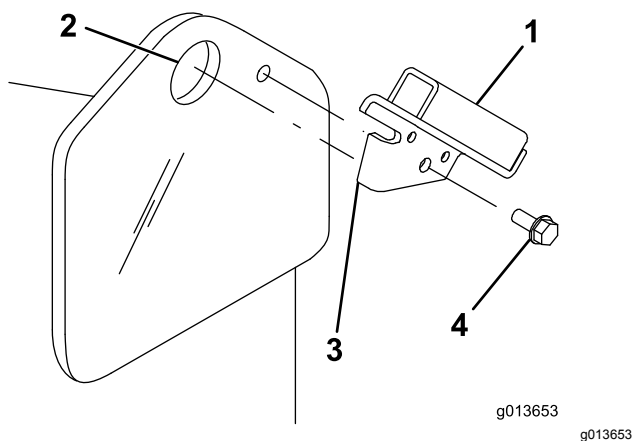

Bild 3
1. Stecken Sie die Nase am Scheibenbügel in das Hebestellenloch an der Zugmaschine, wobei Sie das Loch in der Halterung mit dem kleinen Loch im Rahmen der Zugmaschine ausfluchten (Bild 3).
Hinweis: Es gibt einen Bügel rechts und einen links. Stellen Sie sicher, dass Sie für jede Seite den richtigen Bügel verwenden. Die Nase muss sich im Hebestellenloch und die Halterung muss an der Außenseite des Rahmens sein (Bild 3).
2. Befestigen Sie die Halterung mit einer Blechschaube am Rahmen (Bild 3).